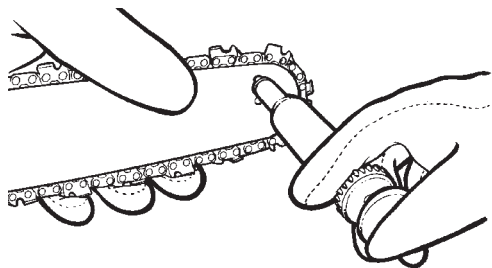

Fig. 41
3. A l'aide du Lube Gun (optionnel), insérer le bec-aiguille dans le trou de lubrification et injecter le lubrifiant jusqu'à ce qu'il ressorte sur les côtés de la roulette (Fig. 41).